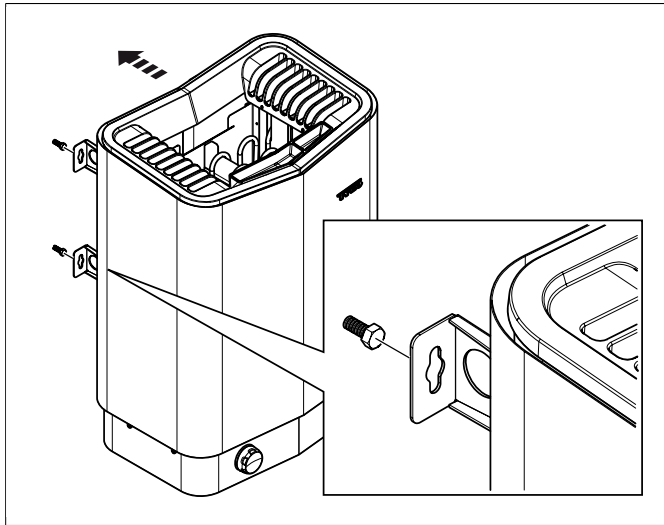

Abb. 10: Aufhängen des Ofens
9. Hängen Sie den Ofen an den Schrauben auf, siehe **Abb. 10**, Seite 5.